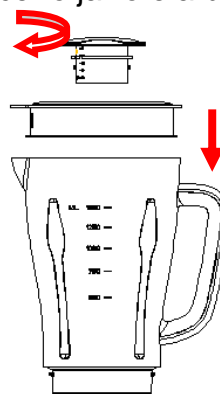

Fig.4
2) Reposicione o conjunto do jarro com a abertura para cima. Enrole o anel de vedação 1 em torno da parte inferior da tampa e coloque a tampa no conjunto do frasco. Coloque o copo de medição exatamente na tampa, encaixando a pequena saliência em ambos os lados do copo nas ranhuras da tampa e girando o copo no sentido dos ponteiros do relógio, até ficar apertado. (Ver Fig.4)